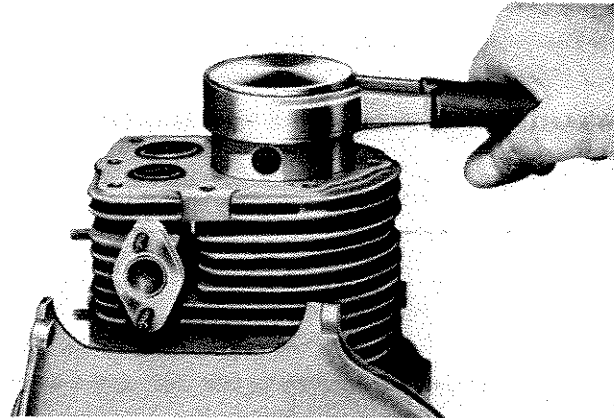

Fig. 26 - Montaggio pistone LA65/58
**LA65/58:** Serrare i segmenti con una fascetta e introdurre il pistone, completo di biella, nel cilindro. I tre segmenti devono essere sfalsati di 120° tra loro (fig. 26).